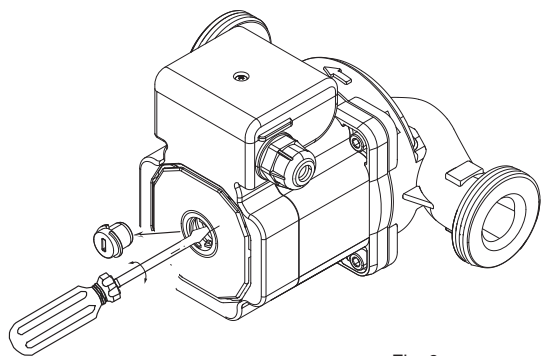

Fig. 6
Om pumpen ej använts under en längre tid skall kontroll göras så att pumpaxeln roterar fritt enligt (fig.6).
- 拆下放气堵, 用螺丝刀转动泵轴 (图6);
如果长期不用, 设备重新启动前, 确认泵轴没有阻塞 (图6)。